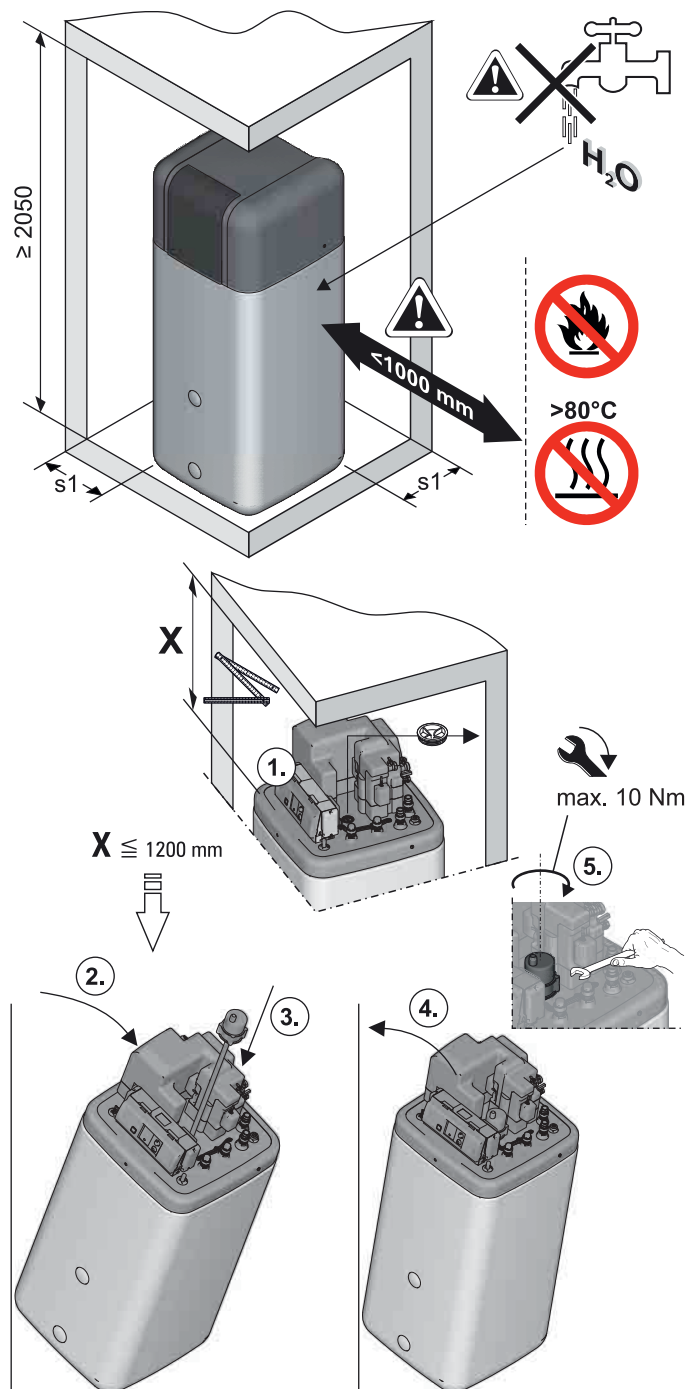

Fig. 4-5 Installation (présentée sur le ROTEX HPSU compact 508/516 avec montage du Backup-Heater en option)
- Distances recommandées (fig. 4-5) :
- Si nécessaire, monter le Backup Heater (BUxx) en option dans le ROTEX HPSU compact (fig. 4-5). Respecter le manuel de montage et d'utilisation des accessoires (🔧 couple de serrage voir chapitre 10.3).